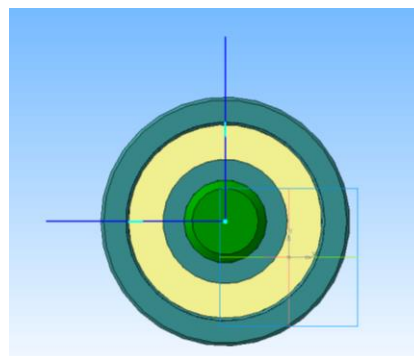

Рисунок 71.
3. Из начала координат проводим два отрезка основной линией под углом 90° (рисунок 71).